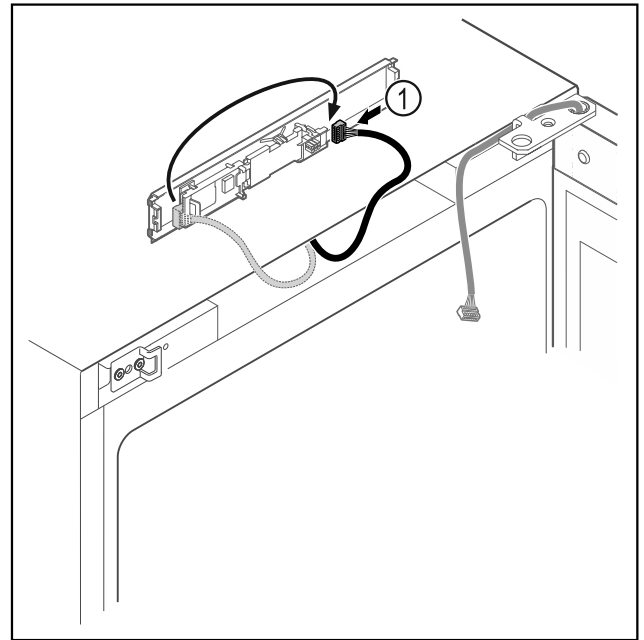

Fig. 18
- ▶ Stecker Fig. 18 (1) auf Platine umstecken.